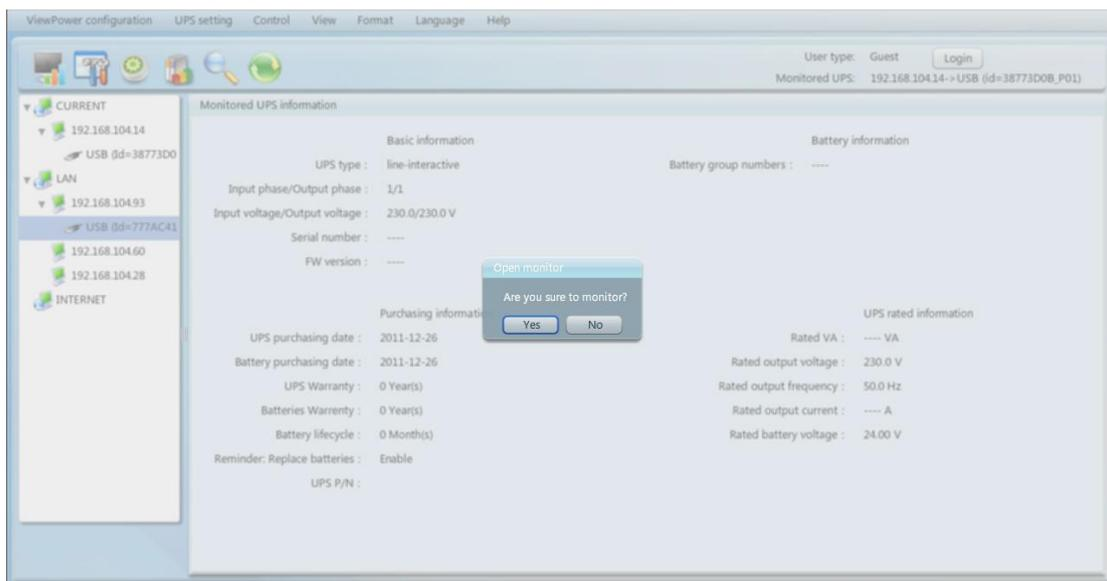

图 45
- 方法一：双击从局域网和互联网中的任意一个UPS，会弹出一个消息窗口，确认监控行动。请参考下图45。